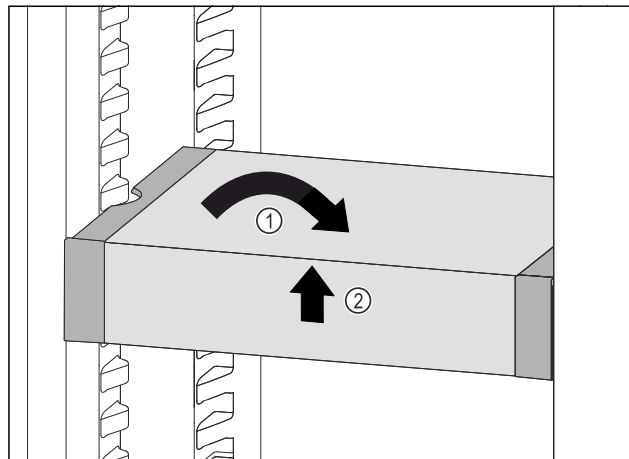

Fig. 70
- Вирівняти VarioSafe. Fig. 70 (1)
- Підняти VarioSafe спереду. Fig. 70 (2)